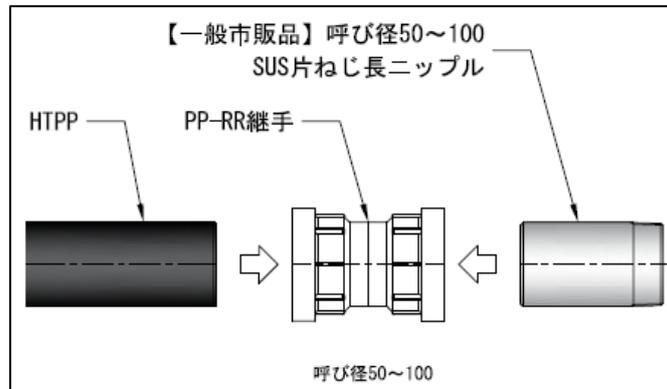

図 6 : 呼び径 50~100 の SUS めねじ管との接続
- ・グリストラップの流入口が SUS めねじの場合、SUS 片ねじ管を使用し、SUS 管と HTPP-RR 継手をゴム輪接合します。(図 6)